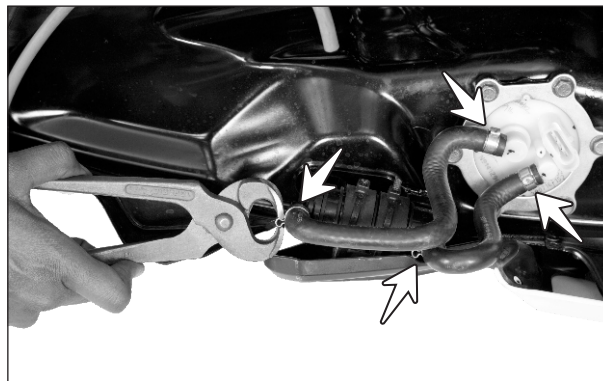

Fig. 2.47
- Cut all the fuel hose clips(4nos.). (Fig. 2.47)